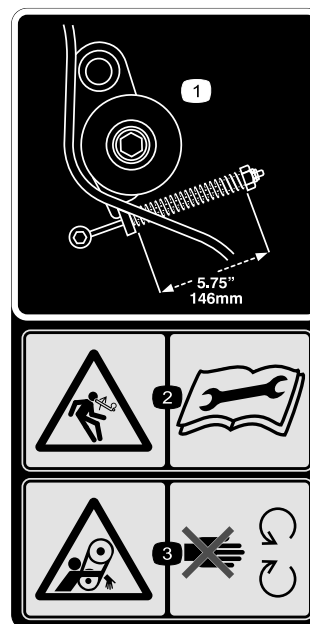

图32
1. 通过将怠轮弹簧压缩到146mm的长度来检查皮带张紧力是否适当请参阅图32。